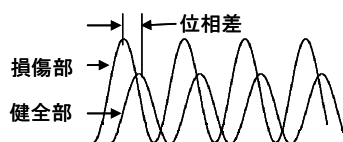

図2 位相差
- 健全部と損傷部で熱伝導率が異なると、サンプル中を温度が伝わるスピードが変わります。図2に示すように、位相差として損傷部を検出できます。